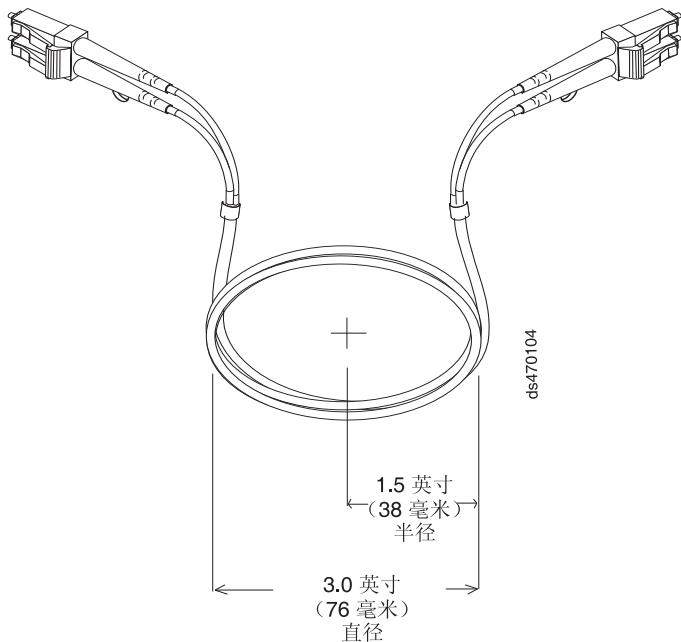

图 25. 光缆弯曲和环路规格
- 在存放过长或未使用的光缆时，请勿将光缆弯曲到直径小于 76 毫米 (3 英寸) 或半径小于 38 毫米 (1.5 英寸)，也不要让光缆卷在一起。请参阅第 46 页的图 25。